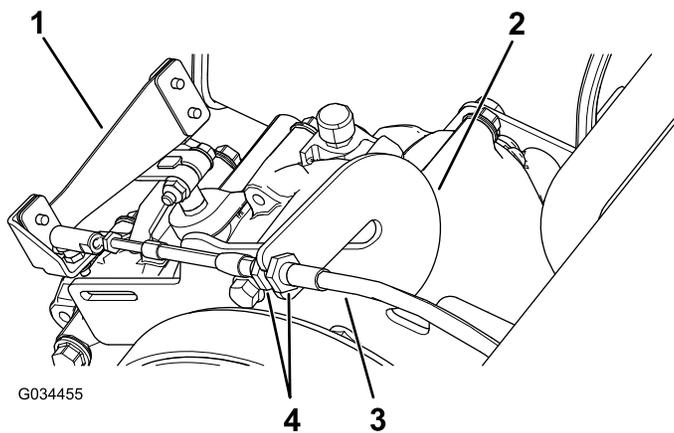

Figura 60
1. Afloje las contratueras del cable del cambio de marchas y ajústelas según sea necesario (Figura 60).
2. Compruebe la posición del cambio de marchas girando el selector de marchas a las 3 posiciones diferentes y compruebe si la palanca de cambios (Figura 60) se desplaza correctamente al cambiar de marcha; consulte Palanca de cambios e indicador del cambio de marchas (página 12).